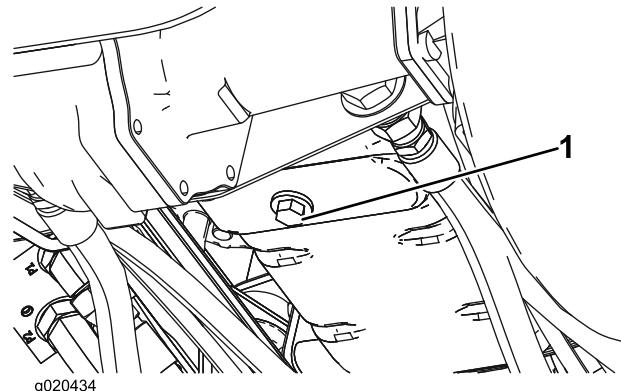

Figura 49
1. Retire el tapón de vaciado (Figura 49) y deje fluir el aceite a un recipiente apropiado. Cuando todo el aceite se haya drenado, instale el tapón de vaciado.